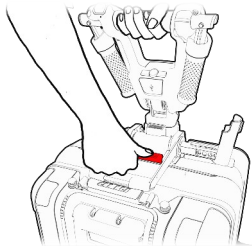

Figura 51
3. Sostenga el manillar con una mano y presione el botón de liberación central con la otra mano hasta que sienta un clic (consulte la Figura 51).